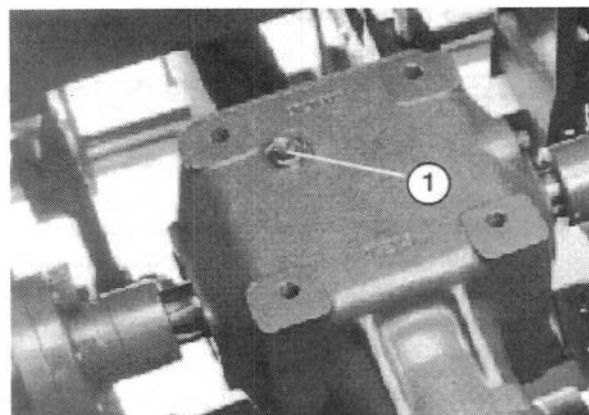

Figure 1
1. Garer la machine sur une surface horizontale, enlever le bouchon de remplissage/jauge du boîtier (Fig. 1).